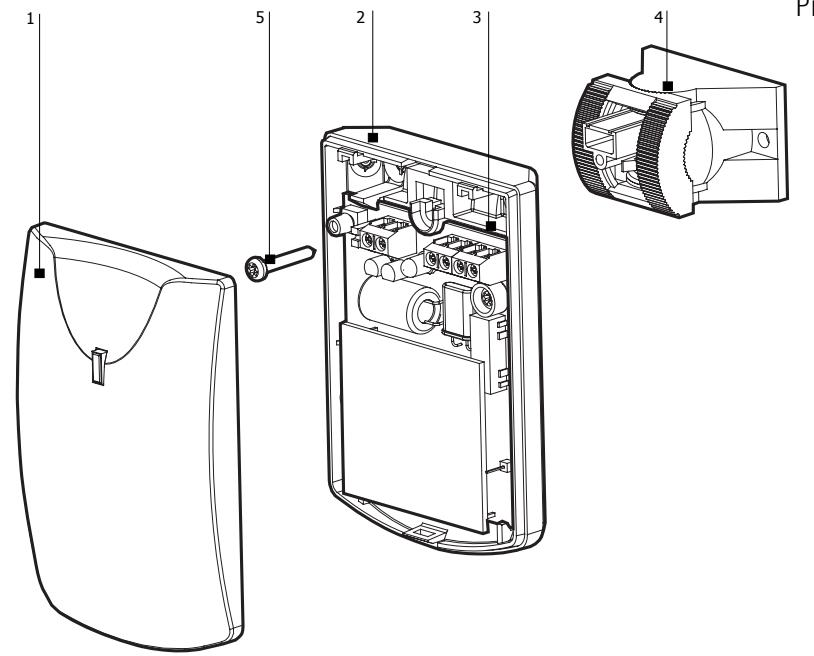
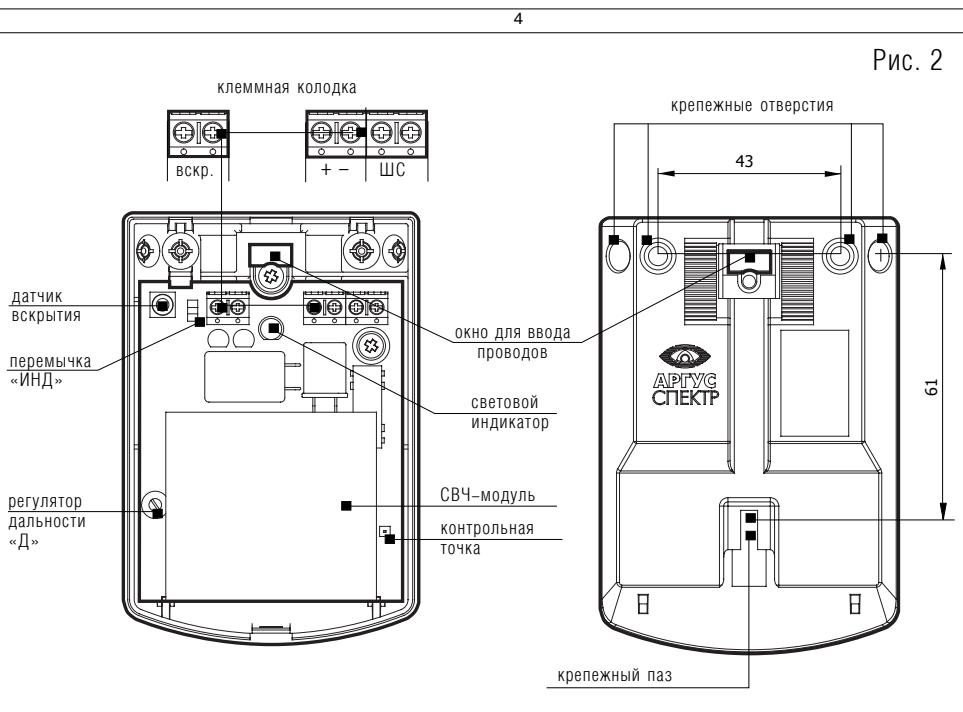
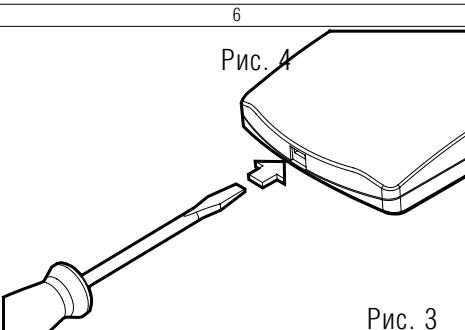

Рис. 1
Рис. 2
Рис. 3
Извещатель (рис. 1) состоит из:
На основании корпуса размещены крепежные отверстия и окно для ввода проводов (рис.2).
1. Снять крышку 1 (рис.1) по схеме на рис. 3;
2. В основании 2 (рис.1) вскрыть крепежные отверстия (рис. 2) в соответствии с позицией установки: в углу или на стене (в последнем случае для крепления применяется помимо крепежных отверстий и крепежный паз рис. 2).
4. Подготовить отверстия под крепеж на стене, ввести провода питания и шлейфов в окно (рис. 2).
2. Снять крышку 1 (рис. 1) по схеме на рис. 3.
3. Провести провода питания и шлейфов через кронштейн и установить его на стене, затем через окно в основании (рис. 2) провести эти провода в прибор (рис. 7).
4. Шурупом 5 закрепить основание 2 (рис. 1) на кронштейне и зафиксировать направление в горизонтальных и вертикальных плоскостях (рис. 7).
- Для регулировки зоны обнаружения использовать регулятор дальности «Д» (рис. 2).